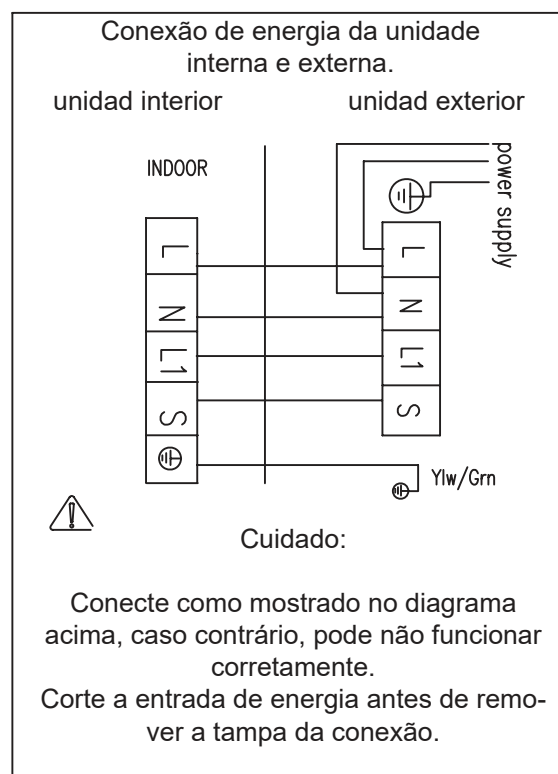

Fig.14
- Conecte os cabos de conexão da unidade separadamente aos terminais correspondentes. (Fig. 14)